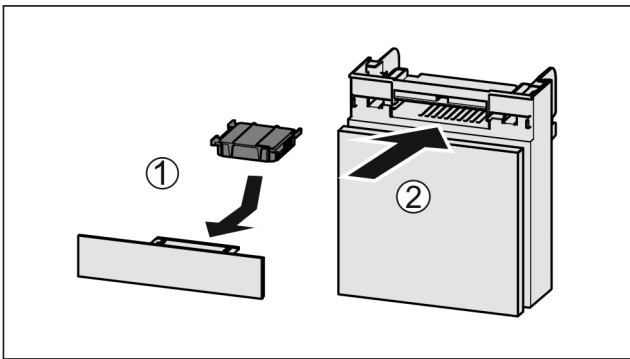

Fig. 141
- ▶ Actiefkoolfilter overeenkomstig afbeelding aanbrengen Fig. 141 (1).
- ▶ Lade erin schuiven Fig. 141 (2).